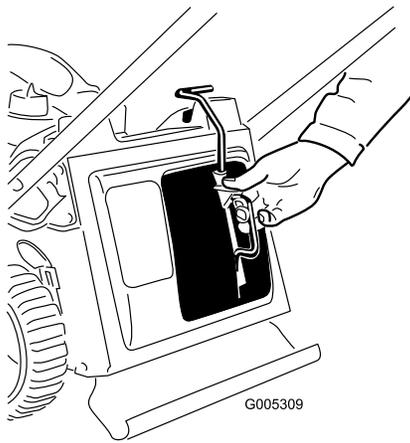
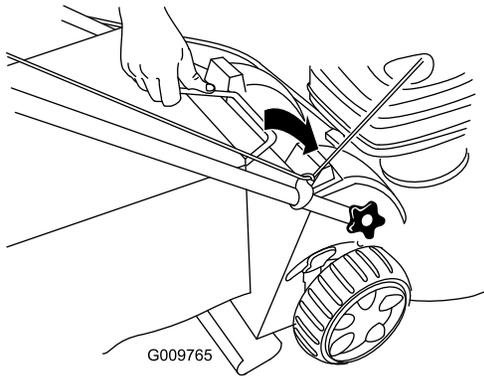

Figure 20
Figure 21
1. Montez l'obturateur de mulching (Figure 20) ou le bac à herbe (Figure 21) sur la tondeuse.